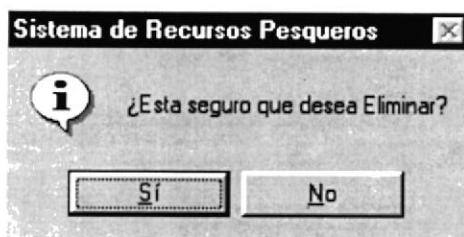

Figura 9.36 Mensaje de Eliminación
2. Nos aparece el siguiente mensaje (ver figura 9.36).